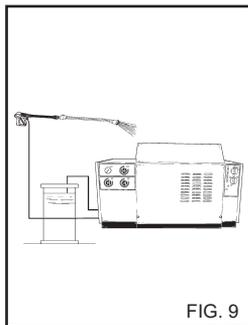

FIG. 9
3) Kun olet käyttänyt pesuainetta, huuhtelee sen syöttöpuoli; aseta pesuaineen imuletku (fig. 9) säiliöön jossa on puhdasta vettä ja anna pumpun käydä 1 minuutin ajan annosteluhana täysin auki ja kärkeä pesuainesyöttöasennossa. Suorita toimenpide ensin, kun pesuaineen valitsin on asennossa "1" ja tämän jälkeen asennossa "2".
5) Kun olet käyttänyt pesuainediä, huuhtelee sen syöttöpuoli; aseta pesuainediin imuletku (fig. 9) säiliöön jossa on puhdasta vettä ja anna pumpun käydä 1 minuutin ajan annosteluhana täysin auki ja karkiosa pesuainediäsyöttöasennossa. Suorita toimenpide ensin, kun pesuainediin valitsin on asennossa "1" ja tämän jälkeen asennossa "2".